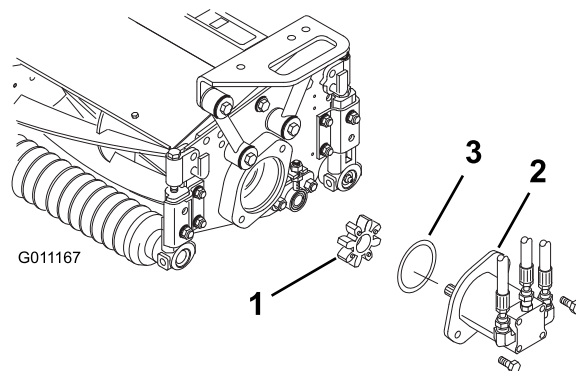

Figura 21
4. Localice la corona de enganche (Figura 21) que se suministra dentro del alojamiento del cojinete.